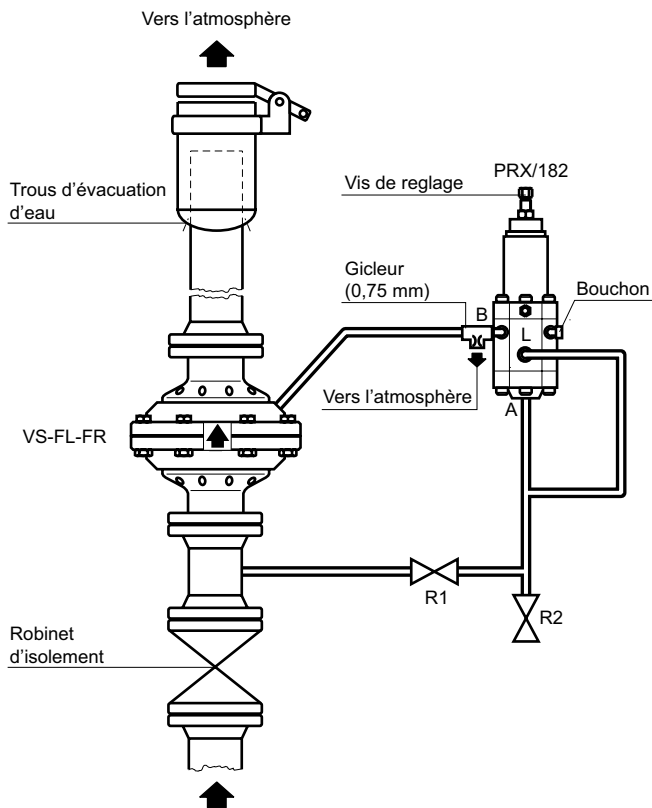

Figure 6. Schéma de Connexion / Installation de la Série VS-FL-FR
- S'assurer que la tuyauterie située à l'aval reliée à l'atmosphère est bien conforme à la Figure 6.